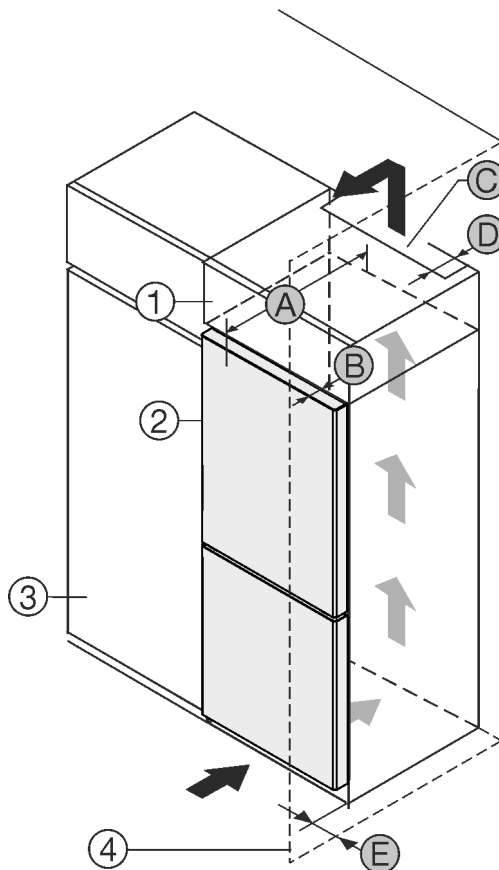

Fig. 1
Du kan plassere apparatet rett ved siden av kjøkkenskapet Fig. 1 (3)*
På baksiden av skapmodulen over enheten må det installeres en ventilasjonskanal med dybden *Fig. 1 (D)* over hele skapmodulens bredde.*
Ventilasjonsverrsnittet *Fig. 1 (C)* under taket i rommet må overholdes.*
Hvis apparatet plasseres med hengslene mot en vegg *Fig. 1 (4)*, må avstanden mellom apparatet og veggen være minst 13 mm.*
Hvis apparatet plasseres med hengslene mot en vegg *Fig. 1 (4)*, må avstanden mellom apparatet og veggen være minst 20 mm.*
For at du skal kunne åpne døren helt, må apparatet rage dør dybden *Fig. 1 (B)* lenger ut enn fronten på kjøkkenskapene. Avhengig av kjøkkenskapenes *Fig. 1 (3)* dybde og bruk av veggavstandsstykker kan enheten rage enda lenger ut.*